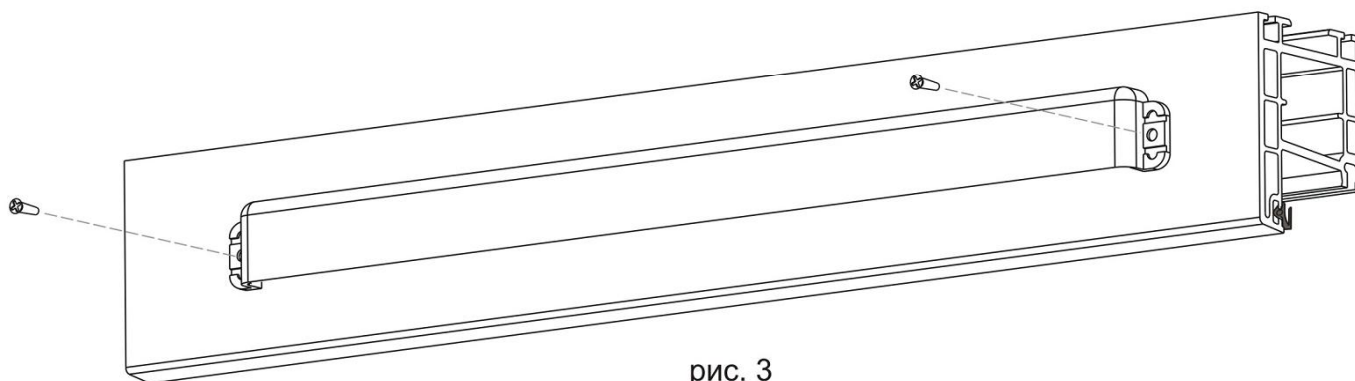

рис. 3
1. Установить защитный козырек на месте фрезеровки рамы и закрепить заморезами рис. 3.